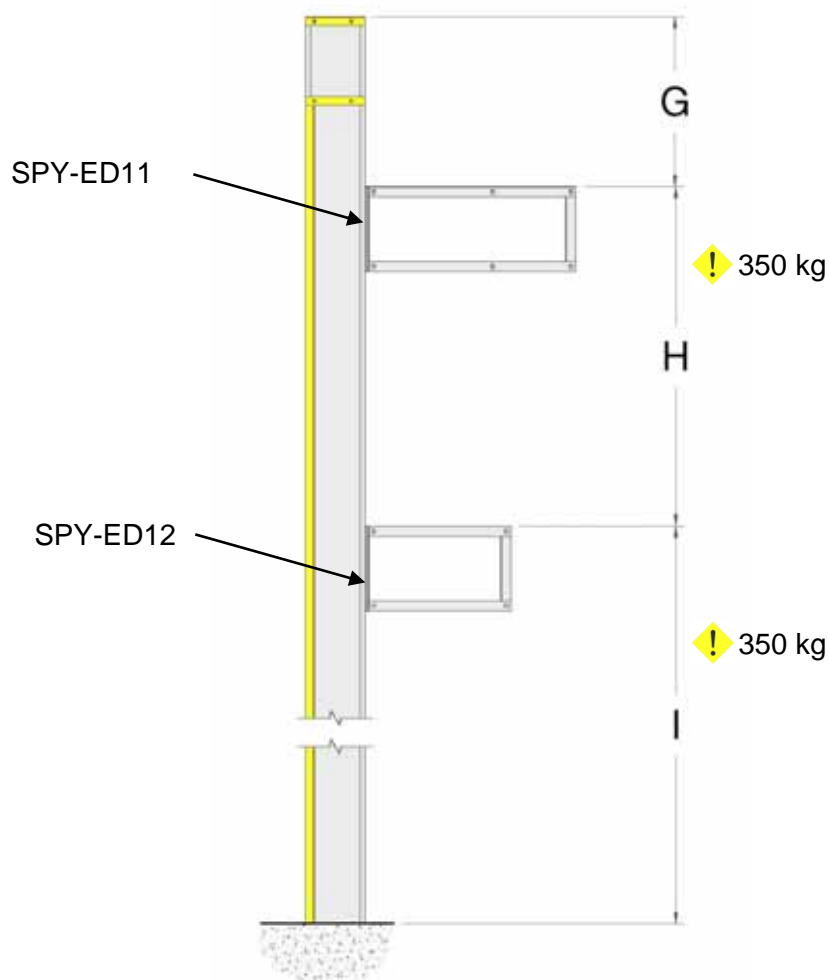

Abbildung 7a
8. Die Halteurngen zur Befestigung des Elektroantriebs und der Gegengewichtplatten können von Galebreaker geliefert werden, Abbildung 7a zeigt die entsprechende Artikelnummer. Alternativ hierzu enthält Punkt 9 einen Designvorschlag für vom Kunden gefertigte Halterungen. Die Befestigungsseite dieser Halterungen auf die Außenkante der Schiene ausgerichtet sein (Abbildung 7b). Vergewissern Sie sich, dass die Befestigungsoberflächen senkrecht und für das maximale Gewicht des Systems von 350 kg geeignet sind.